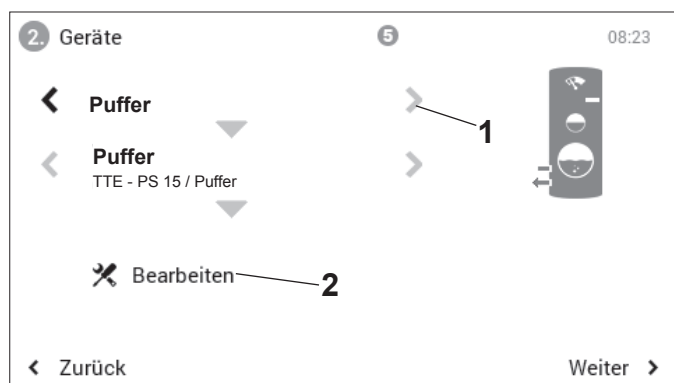
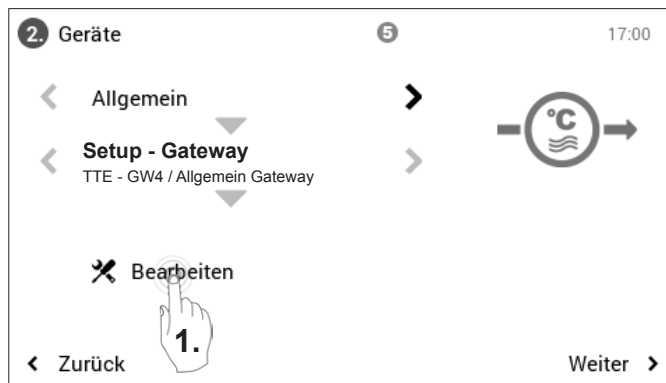

Bild 07
Bild 08
Nach den grundlegenden Einstellungen unter „Allgemein“ gelangt man über das Pfeilsymbol (1, Bild 07) zu allen weiteren Funktionsgruppen («Wärmeerzeuger», «Heizkreise», «Warmwasser», «Puffer», «Setup-Gateway» etc.).
Über «Bearbeiten» (2, Bild 07) können die wichtigsten spezifischen Parametereinstellungen vorgenommen werden (Beispielscreen Bild 08). Die Parameter sind eingegliedert in die jeweilige Funktionsgruppe und Funktion mit der Angabe, auf welchem Modul (Adresse) die Funktionen liegen.
2. Zurück zum Ausgangsscreen (Bild 07)